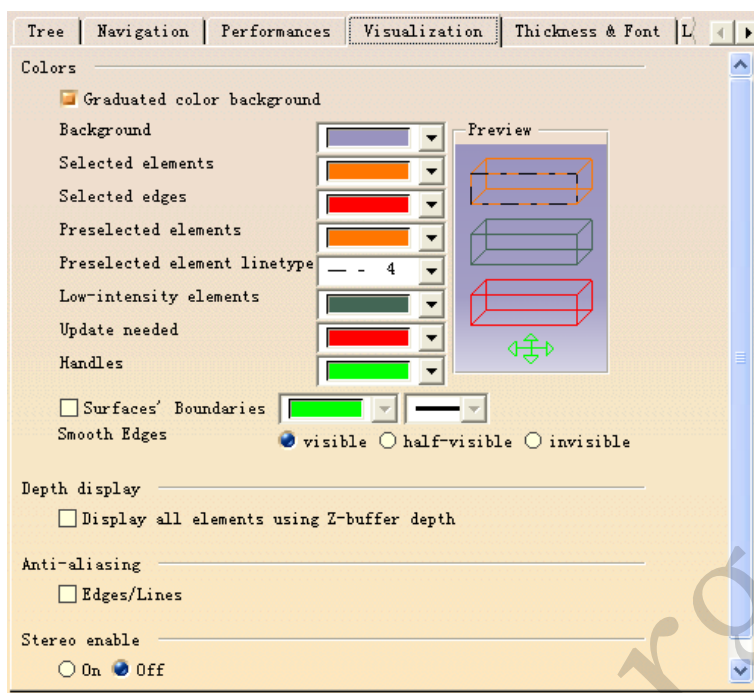

图 1-26 Visualization 选项卡
(4) 选中 Visualization 选项卡，弹出如图 1-26 示的对话框。